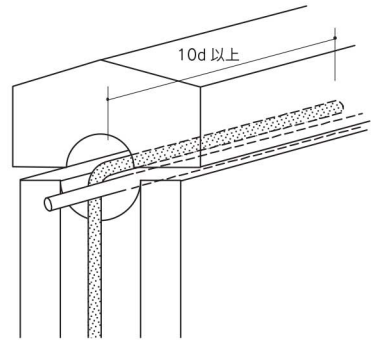

図3-2-15 笠木、天端について
- ・縦筋は基礎に定着し、壁頂は横筋に180°フックするか、または90°フック(余長10d)としてください(図3-2-15)。